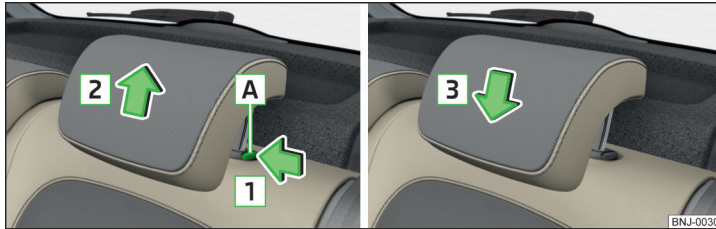

Abb. 78 Kopfstütze herausnehmen/einsetzen
- › Die Sicherungstaste **A** in Pfeilrichtung **1** halten und die Stütze in Pfeilrichtung **2** herausnehmen » Abb. 78.